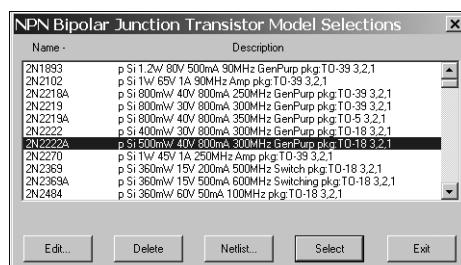
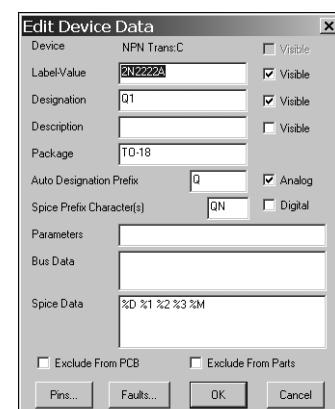

Рис. 9.18. Промежуточное окно для настройки параметров транзистора
Рис. 9.19. Окно с параметрами транзистора
- Если есть необходимость изменить параметры транзистора, то дважды щелкните мышью на изображении этого компонента, на экране сначала появится диалоговое окно, показанное на рис. 9.18. В этом окне необходимо щелкнуть мышью на кнопке **Netlist**, после чего появляется окно, показанное на рис. 9.19, в котором можно будет выполнить все необходимые изменения.